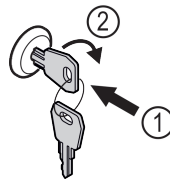

Fig. 166
- ▶ Sätt in nyckeln. Fig. 166 (1)
- ▶ Vrid nyckeln 90° medurs. Fig. 166 (2)